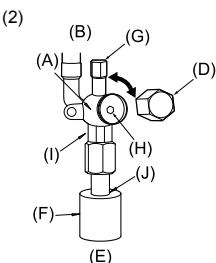

Fig. 4-6
(2) Lado del líquido de RP100-140 y lado del gas/líquido de RP35-71 (Fig. 4-6)